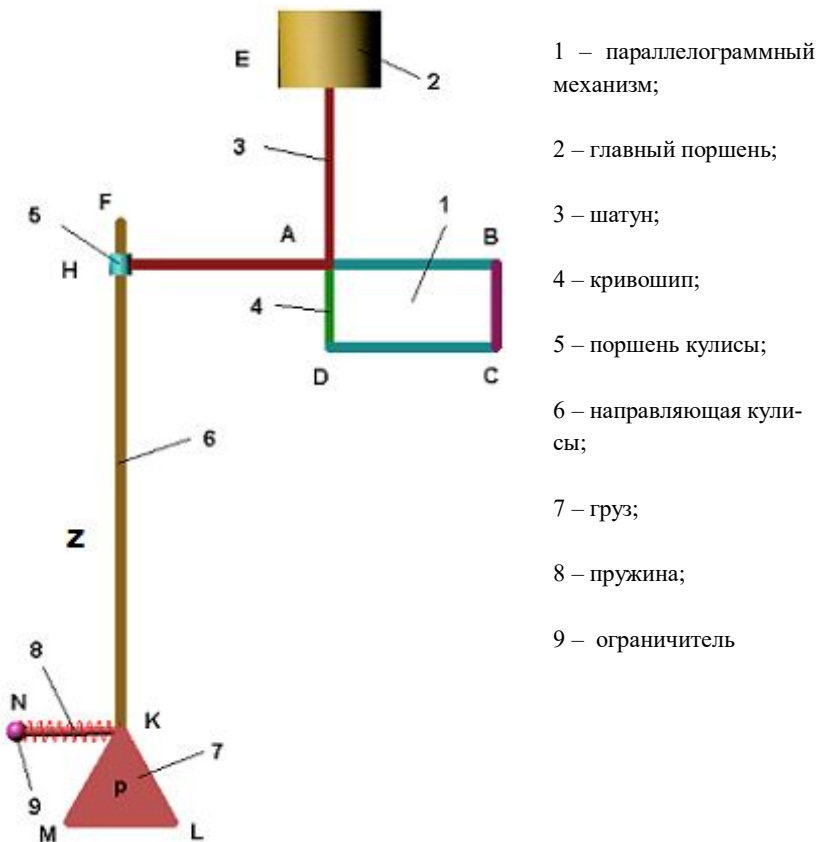

Рис. 1.1 - Схема механизма с обозначением вспомогательных точек
1.4.4 Аналогичным образом создайте другие стержни механизма: «лр1 АВ», «лр1 АН», «лр1 Направляющая кулисы FK» (см. позицию 6 на рис. 1.1). Причём для стержней BC и CD отдельных деталей создавать не нужно, поскольку они идентичны стержням AD и AB соответственно.
1.7.2 Чтобы создать сферическое крепление демпфера (см. позицию 9 (N) на рис. 1.1), выберите инструмент «Шар» , нажав стрелочку выпадающего меню инструмента «Примитив» (по умолчанию ) на панели «Специальные». Задайте диаметр шара 20 мм. Завершите создание  и сохраните документ .
1.8.2 Чтобы создать треугольный груз KLM (см. позицию 7 (P) на рис. 1.1), на вкладке этой модели начните чертить  на плоскости «Вид спереди». Поставьте две взаимно перпендикулярные оси, воспользовавшись инструментом «Прямые с узлом в 0,0» .
1.9.8 Используя инструменты «3D Фрагмент» , «Создать»  и ориентируясь на рис. 1.1, последовательно добавляйте звенья в механизм как описано далее. Сначала добавьте «лр1 Кривошип AD». Сдвиньте его немного вправо вдоль оси X. Задайте совпадение его передней грани с передней гранью стержня CD и соосность со стержнем AB на верхнем конце и CD на нижнем конце. Проверьте  работу параллелограммного механизма и сохраните документ .
1.11.1 Добавьте звено АН («лр1 АН»). Поверните его на 90 градусов влево (или 270 градусов в зависимости от нужного направления) вокруг оси Y (в горизонтальное положение по рис. 1.1), используя разноцветную систему координат вставляемого в сборку тела. И подвиньте его немного вверх.